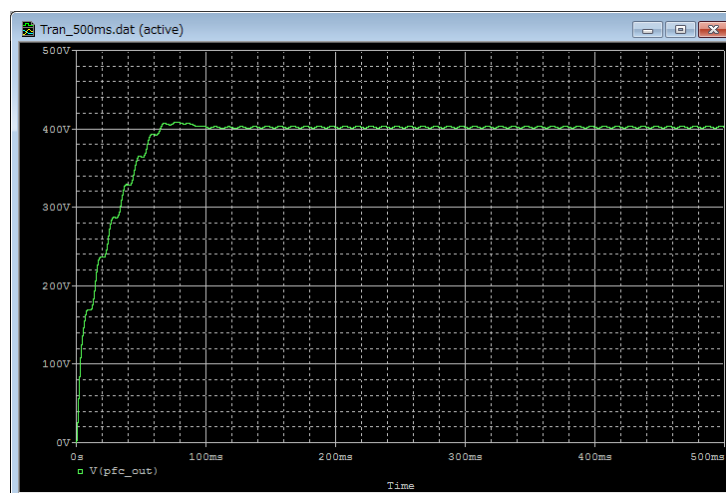

図 5.10 結果波形表示 (例：出力電圧波形)
- (3) PSpice® A/D のグラフウィンドウに結果波形が表示されます。(図 5.10)